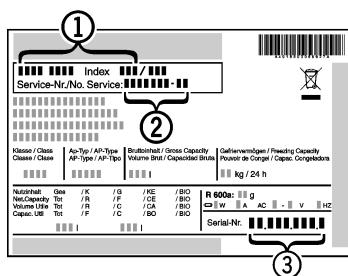

Fig. 9
► Denominación del aparato *Fig. 9 (1)*, nº del servicio técnico *Fig. 9 (2)* y nº de serie *Fig. 9 (3)* en la placa de identificación. La placa de identificación se encuentra en la parte interior izquierda del aparato.
► Informe al servicio postventa e indique el fallo, la denominación del aparato *Fig. 9 (1)*, el nº del servicio técnico *Fig. 9 (2)* y el nº de serie *Fig. 9 (3)*.